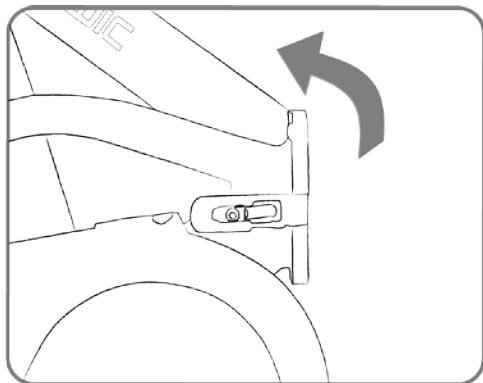

fig. 3
4. Vouw het frame dubbel (fig. 3)